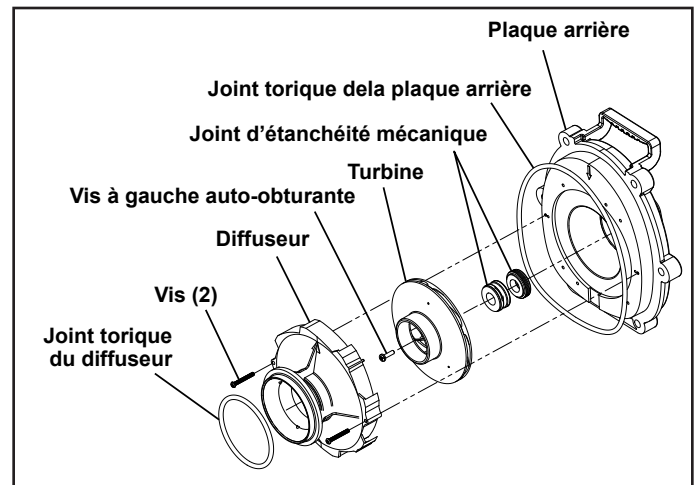

Figure 19. Vue éclatée de la plaque arrière, de la turbine, du diffuseur, du joint mécanique
**REMARQUE** Consulter la Figure 19 pour une illustration de l'emplacement du joint d'étanchéité mécanique et de la turbine.